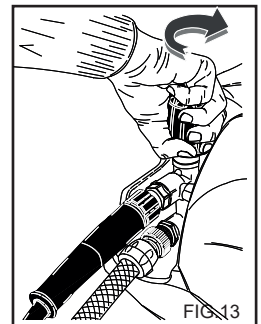

FIG.13
Il presente capitolo riguarda solo i modelli provvisti del dispositivo "Regolatore di pressione". Il dispositivo regolatore di pressione, fig. 13 permette di regolare la pressione di lavoro. Ruotando la manopola C in senso antiorario (B) (minimo) si ottiene così una riduzione della pressione di esercizio.